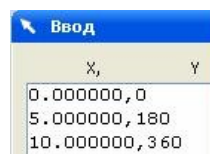

рис.88
- В ответ появится таблица рис.88, в которой каждой временной точки (левый столбец) вы зададите численное значение ординаты (например, значение силы). Таким образом вы и опишите свою функцию.